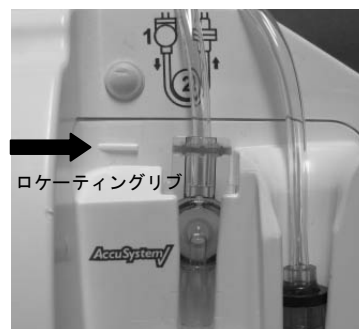

図 7
5. AFF バルブのツマミを押し下げ、確実に取り付けられていることを確認する。ツマミがロケーティングリブと揃うよう取り付ける(図 7)。